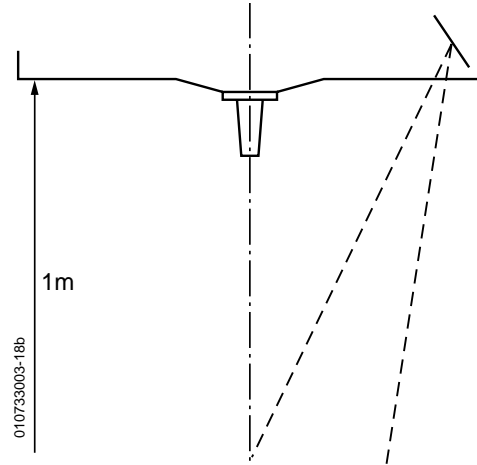

FIG. 2
- 2) Positionner le projecteur à 1 m d'un plan horizontal (FIG. 2). Obturer les 12 hublots à l'aide de cache en carton. Vérifier le bon positionnement des lampes sur leur support ainsi que les supports sur leur bloc optique respectif.